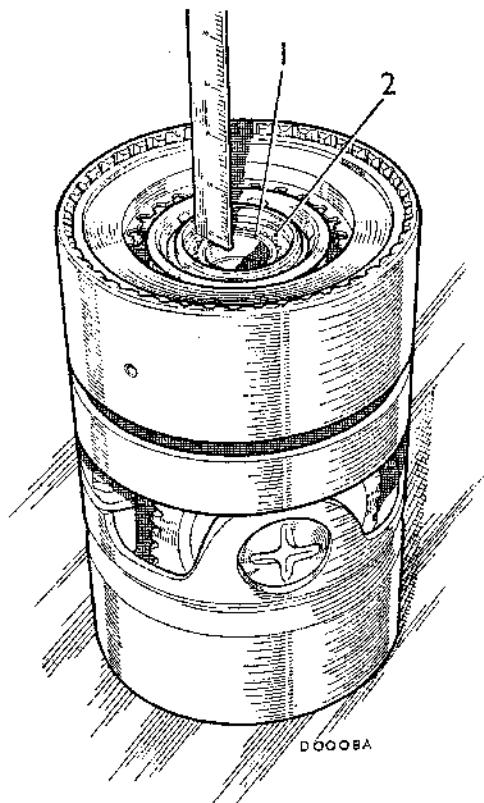

Fig. Fa.49
- (32) Comprobar el extremo estriado del eje secundario de marcha atrás y la cara próxima al embrague de directa y marcha atrás (Fig. Fa.49). Ambas caras deben estar exactamente a nivel, sin separación, para asegurar que no haya huelgo axial en el engranaje de reacción de tercera velocidad y mantener la holgura correcta. Si las dos caras no están a nivel, quitar la arandela selectiva de acero montada en el punto (31), medir el espesor y poner la arandela selectiva más adecuada de la gama disponible (véase la tabla de arandelas que se da a continuación).